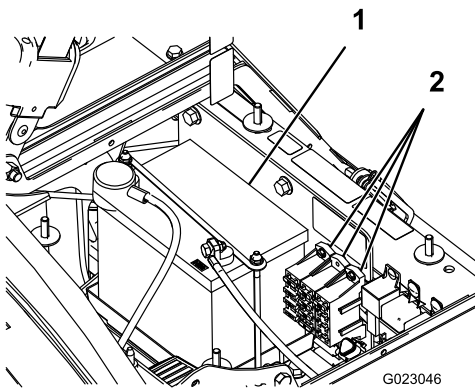

图46
电气系统中有 2 个保险丝模块和 1 个插槽。它们都位于座椅下面（图46）。
2. 电池位于机器右侧泵的后方（图46）。
5. 拆下电池固定装置和紧固件（图46）。
2. 安装电池固定装置，并使用之前拆下的紧固件进行固定（图46）。
4. 安装电池盖，使用 2 个旋钮固定（图46）。
1. 松开电池盒两侧的旋钮，取下电池盖（图46）。